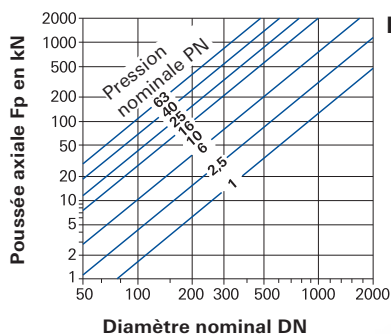

Fig. 2
- Prévoir des points fixes d'un dimensionnement suffisant aux extrémités de la conduite dotée de compensateurs. Ils doivent absorber à la fois la poussée axiale qui peut être très importante, la force de déplacement du compensateur et les forces de friction des paliers de tuyaux. (Figure 2)